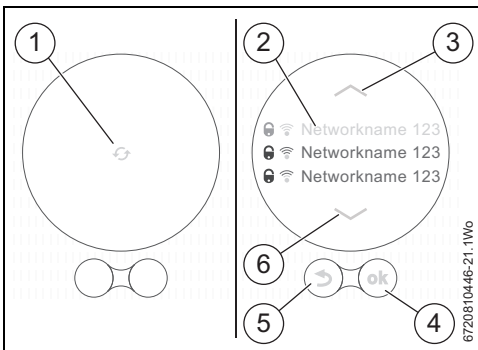

Fig. 9 Sélection du réseau Wi-Fi
- ▶ Appuyer sur la touche « retour » (→ fig. 9, [5]) pour configurer le thermostat en mode hors-ligne. La température peut alors uniquement être définie manuellement à l'écran.
- ▶ Appuyer sur la touche **Ok** (→ fig. 9, [4]) pour effectuer une nouvelle recherche.